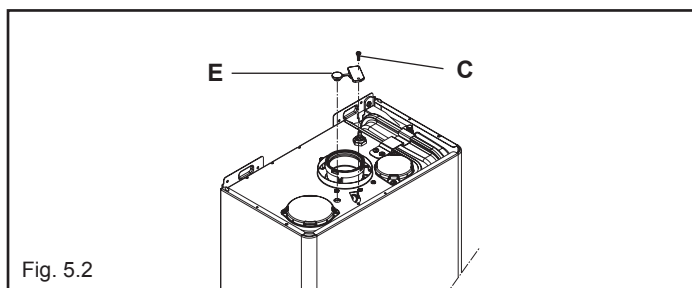

Fig. 5.2
- Rimuovere le viti **C** e il coperchietto **E** sulla cassa aria (vedi fig. 5.2)